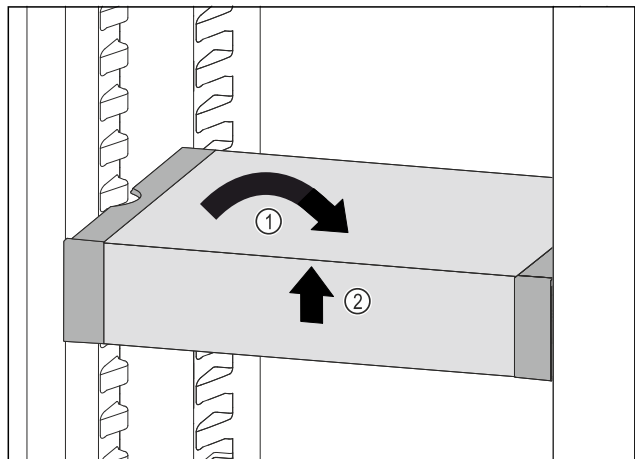

Fig. 156
- ▶ VarioSafe recht zetten. Fig. 156 (1)
- ▶ VarioSafe aan voorkant optillen. Fig. 156 (2)